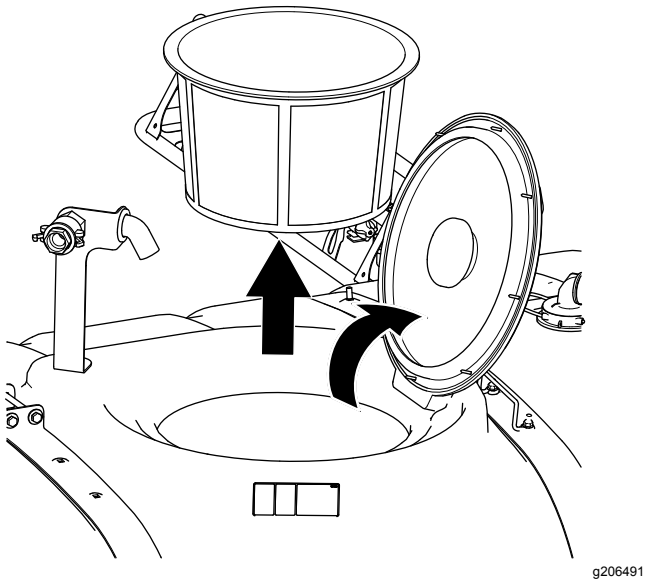

Figura 16
1. Abra o tampão do depósito e remova o cesto de tensão (Figura 16).